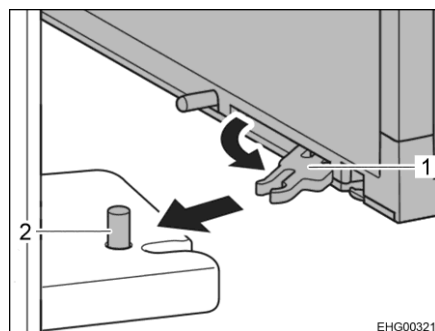

Fig. 118 Bloccaggio della porta del frigorifero
- Estrarre e tirare in avanti i distanziatori superiore e inferiore (Fig. 118,1) dalla parte interna della porta del frigorifero.
- Il distanziatore dovrà agganciarsi al perno (Fig. 118,2).